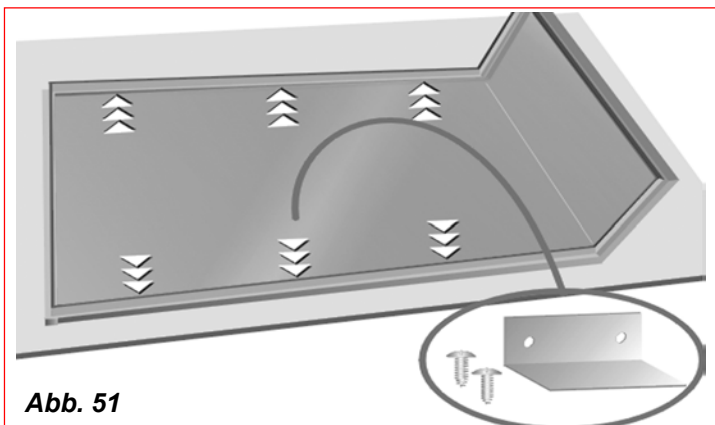

Abb. 51
- Befestigungswinkel entfernen (Abb. 51).